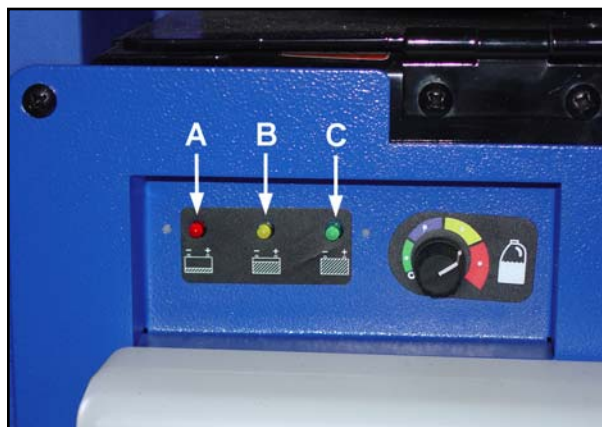
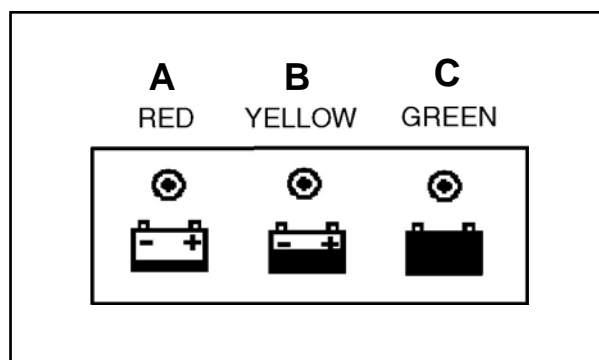

Figura 5
Figura 6
4. Observe la luz indicadora para comprobar que el proceso de carga ha comenzado (consulte la figura 5, A - Rojo, B - Amarillo, C - Verde). Para las indicaciones de color consulte la figura 6.
2. Observe la luz indicadora para comprobar que el proceso de carga ha comenzado (consulte la figura 5, A - Rojo, B - Amarillo, C - Verde). Para las indicaciones de color consulte la figura 6.